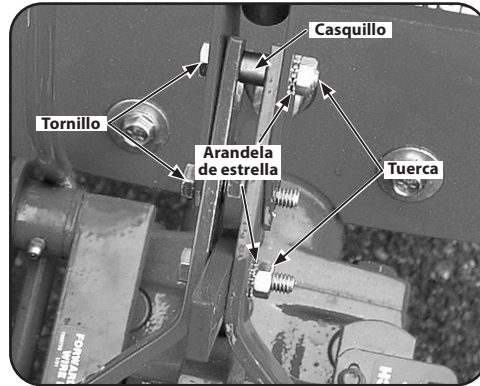

Figura 3-8
5. Debe alinear los orificios que están más atrás en las placas de yugo y la Palanca de Ruedas/Dientes/transmisión de la PTO. Utilice pinzas de punta larga para sujetar el buje en su lugar mientras inserta el tornillo a través de la palanca y las placas de yugo. Consulte la Figura 3-8. Coloque la arandela de estrella y la tuerca, luego ajuste manualmente.